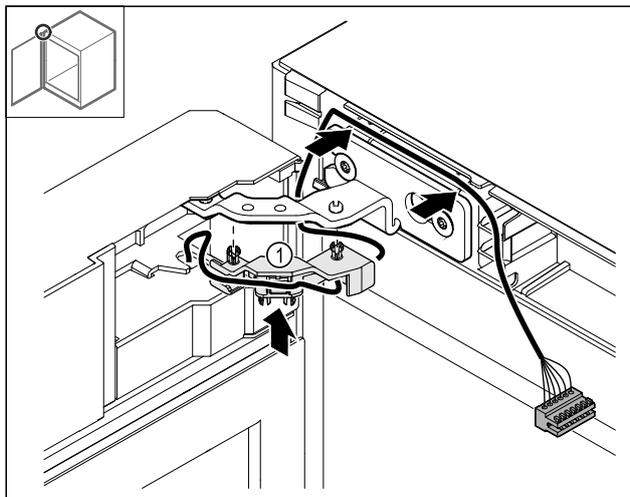

Fig. 45
- ▶ Kabelhalterung Fig. 45 (1) ins Scharnier drücken.